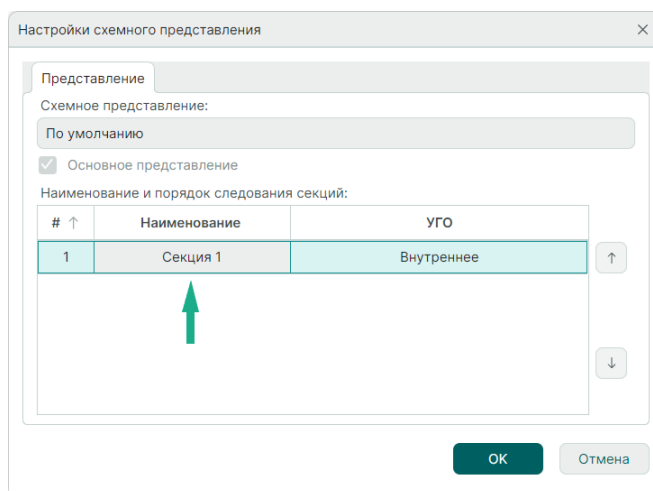

Рис. 222 Переименование секции
2. Выберите в таблице секцию, которую необходимо переименовать, и введите новое имя в столбце «Наименование», см. Рис. 222.